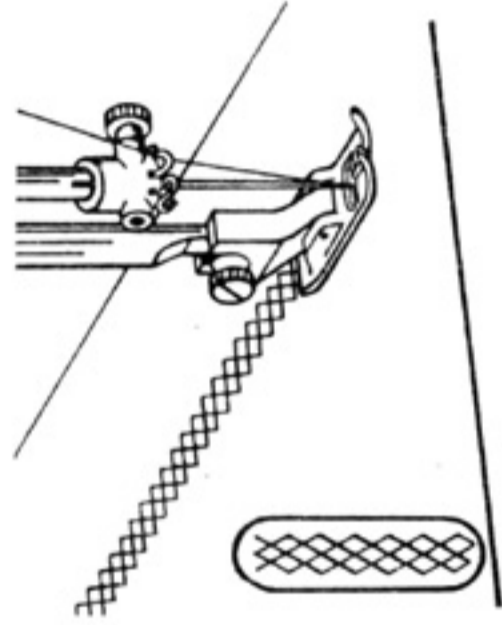

Рис. 69
47. Вязальная строчка (рис. 69)